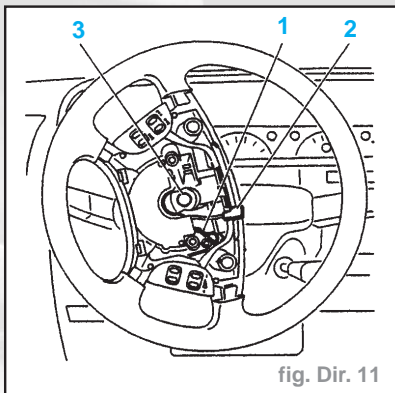

fig. Dir. 11
- Débrancher le connecteur (1) d'alimentation du boîtier électronique (fig. Dir. 11).
- Débrancher le connecteur (2) des commandes d'autoradio (fig. Dir. 11).